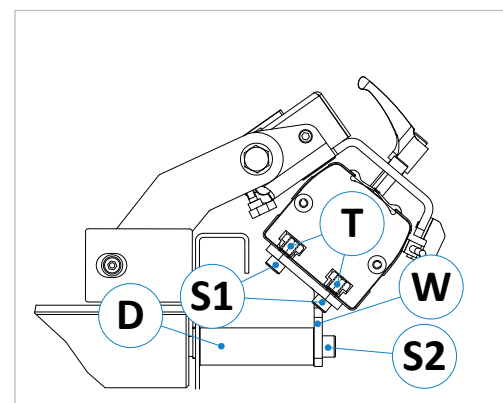

Abbildung 5: Seitenansicht der montierten Einheit
3. Befestigen Sie den Winkel (**W**) mit der Schraube (**S2**) in der jeweiligen Rollenbohrung (⇒ Abbildung 5).